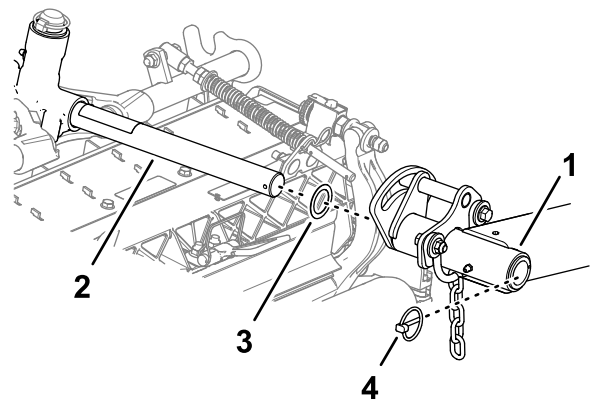

Figura 30
3. Deslice una unidad de corte debajo del brazo de elevación (Figura 30).